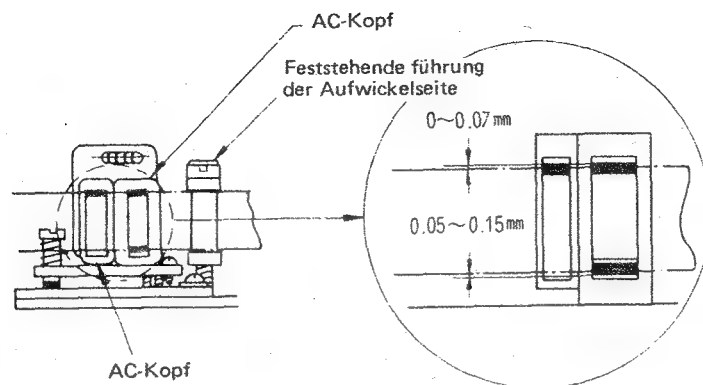

Abb. 35
3. Prüfen, ob der AC-Kopf die in Abb. 35 gezeigte Höhe und Neigung zum Band aufweist.
- 5) Die Höhe des AC-Kopfes zum Band wie in Abb. 35 gezeigt überprüfen.